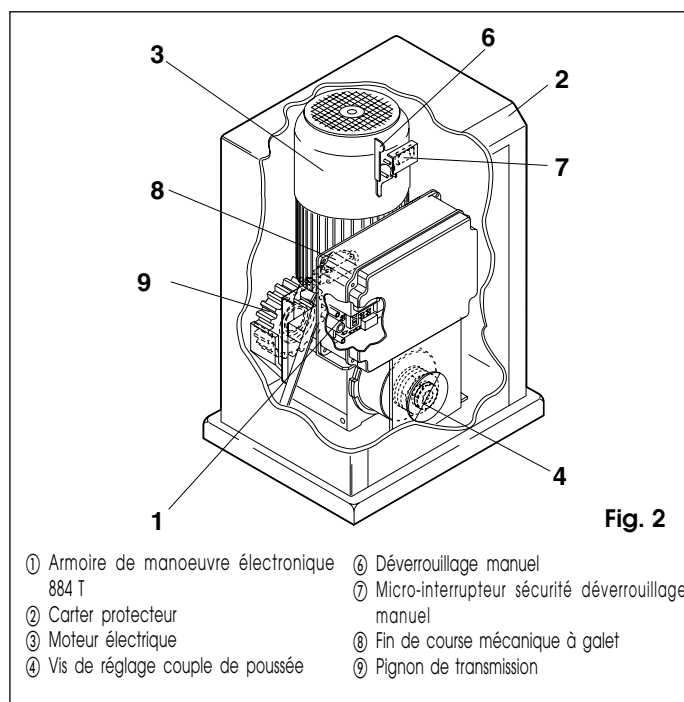
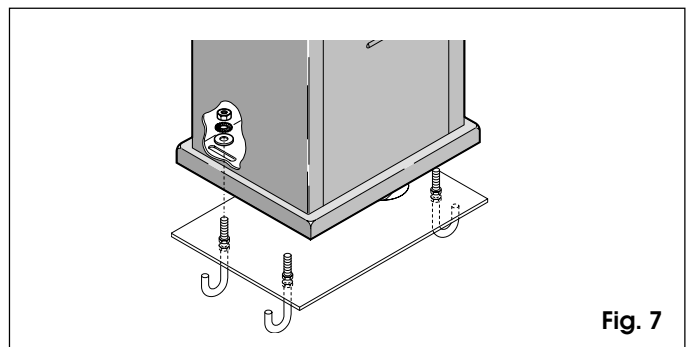

Fig. 2
Fig. 7
- 1) Retirer le carter protecteur (fig. 2-rep. 2) et placer le motoréducteur sur la plaque de fondation. Monter, sans serrer, la rondelle plate, la rondelle grower et l'écrou comme indiqué fig. 7.